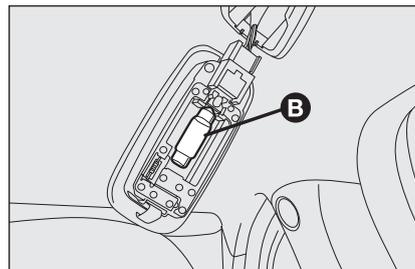

fig. 39
- sustituya la lámpara **B-fig. 39** desencajándola de los contactos laterales y asegúrese de que la nueva lámpara quede bloqueada correctamente entre los contactos.